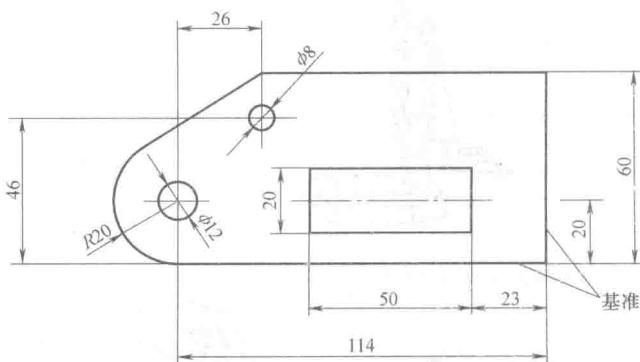
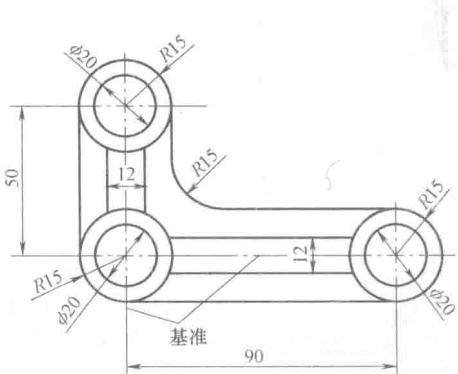
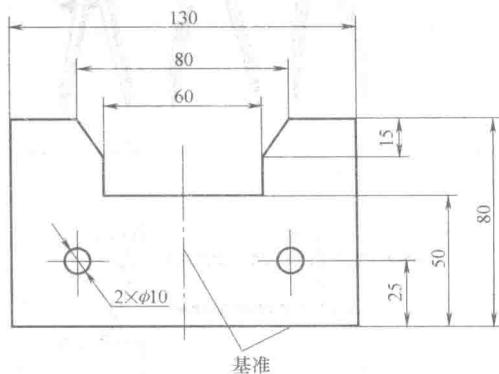

图 1-25 以两个相互垂直的平面作为划线基准
图 1-26 以两条相互垂直的中心线作为划线基准
图 1-27 以一条中心线和与它垂直的平面作为划线基准
1) 熟悉图样, 选定划线基准, 如图 1-25、图 1-26、图 1-27 所示。